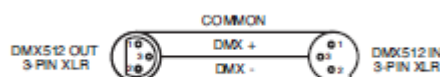

Figure 2
N.B.: durante la fabbricazione dei cavi assicurarsi di seguire quanto riportato nelle Figure 2 e 3. Non utilizzare il terminale di messa a terra sul connettore XLR. Non collegare il conduttore schermato del cavo al terminale di messa a terra ed evitare che il conduttore schermato entri in contatto con il rivestimento esterno del connettore XLR. La messa a terra della schermatura potrebbe provocare un corto circuito o un malfunzionamento del dispositivo.